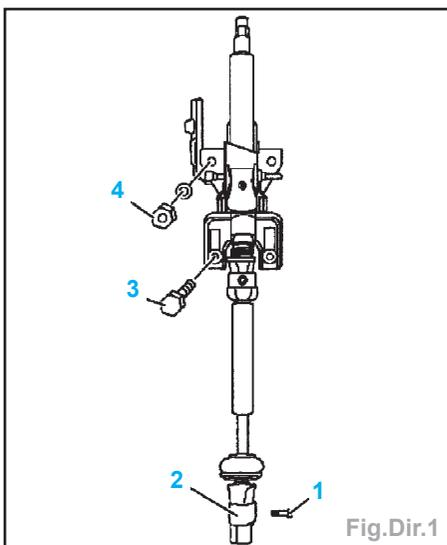

Fig.Dir.1
- Dévisser la vis (1) du joint de cardan (2) (Fig.Dir.1).